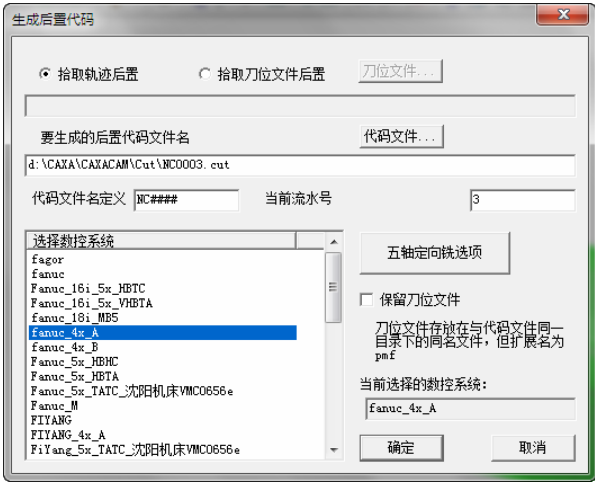

图 8-239 “生成后置代码”对话框
3) 选择下拉菜单“加工”→“后置处理 2”→“生成 G 代码”命令，系统自动弹出“生成后置代码”对话框，选取“拾取轨迹后置”，并选择如图 8-239 所示数控加工系统。